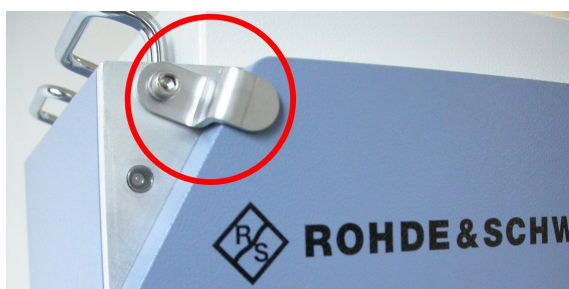

Figure 5-1 : Loquet de sécurité en métal
1. Fixez le loquet de sécurité comme décrit au Figure 5-1.
Assurez-vous que le loquet de sécurité en métal situé dans le coin supérieur gauche de la porte de la chambre (Figure 5-1) protège la porte contre toute ouverture involontaire.